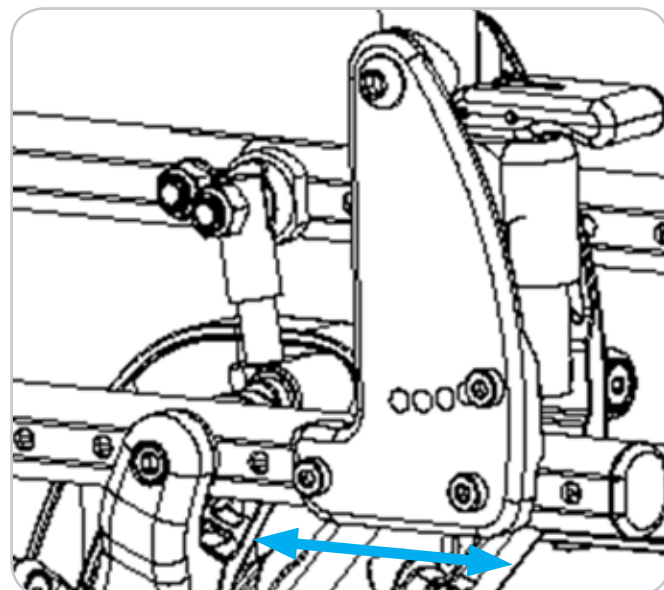

Figura 16
3. Utilizzando una brugola da 4 mm e una chiave inglese da 10 mm, allentare il bullone per regolare l'angolo del reclino dello schienale. Cfr. Figura 16, A.